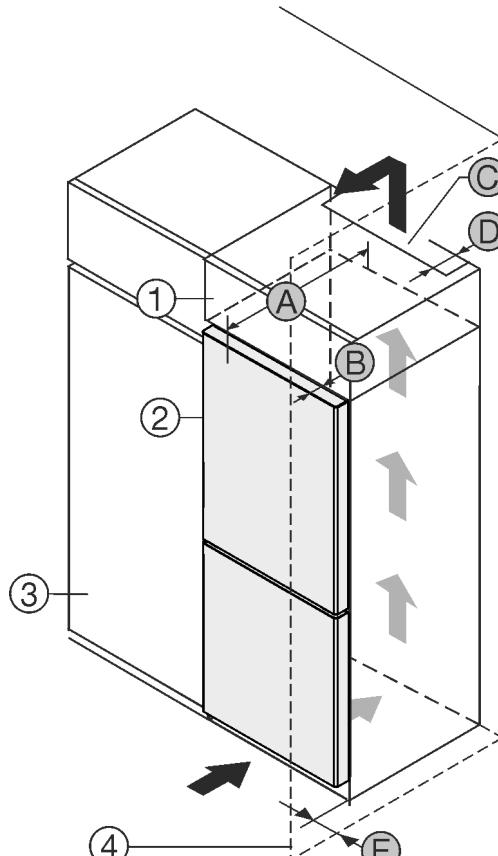

Fig. 1
Пристрій встановити безпосередньо поряд із кухонною шафою Fig. 1 (3).*
Глибина Fig. 1 (D) вільного простору вздовж усієї задньої сторони шафи повинна бути.
Слід дотримуватись вентиляційного отвору Fig. 1 (C) в стелі приміщення.
Якщо пристрій із шарнірами встановлюється поряд зі стінкою Fig. 1 (4), відстань між пристрієм та стінкою повинна бути не менше 13 мм.
Якщо пристрій із шарнірами встановлюється поряд зі стінкою Fig. 1 (4), відстань між пристрієм та стінкою повинна бути не менше 20 мм.
Щоб мати можливість повністю відкривати дверцята, потрібно, щоб пристрій стояв на відстані глибина дверей Fig. 1 (B) відносно передньої панелі кухонної шафи. Залежно від глибини кухонних шаф Fig. 1 (3) та використання пристінних розпірок пристрій може ще більше видаватися вперед.*